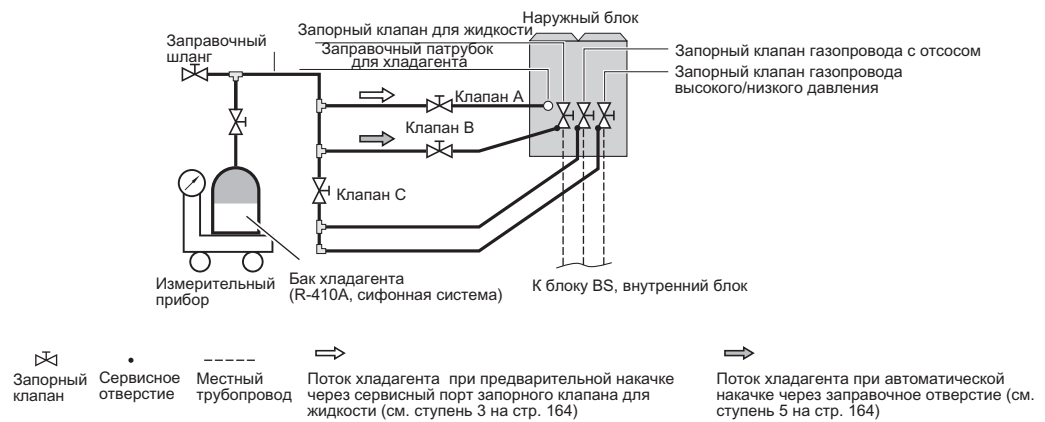

рисунок 23
3. Откройте клапан В (клапаны А и С, трубопровод для жидкости, трубопровод всасываемого газа и запорные клапаны газопровода высокого и низкого давления должны быть закрыты) и заправьте хладагент в жидкой форме через сервисное отверстие запорного клапана трубопровода для жидкости. (См. рисунок 23)
5. После производства предварительной заправки произведите заправку хладагента, как указано ниже, и добавьте оставшийся хладагент через клапан А (см. рисунок 23)